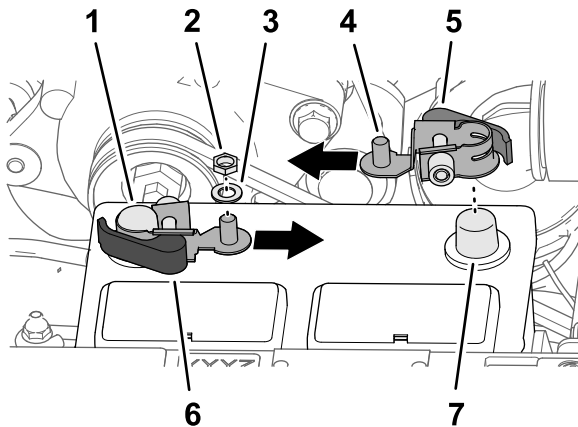

図 206
1. 赤色と黒色のハンドル式クイックコネクタクランプから、六角ナットとワッシャを外す 図 206。
3. クイックコネクタクランプを、バッテリーのマイナス端子に接続する 図 206のように、クランプのねじ山付きポストをバッテリーの内側に向ける